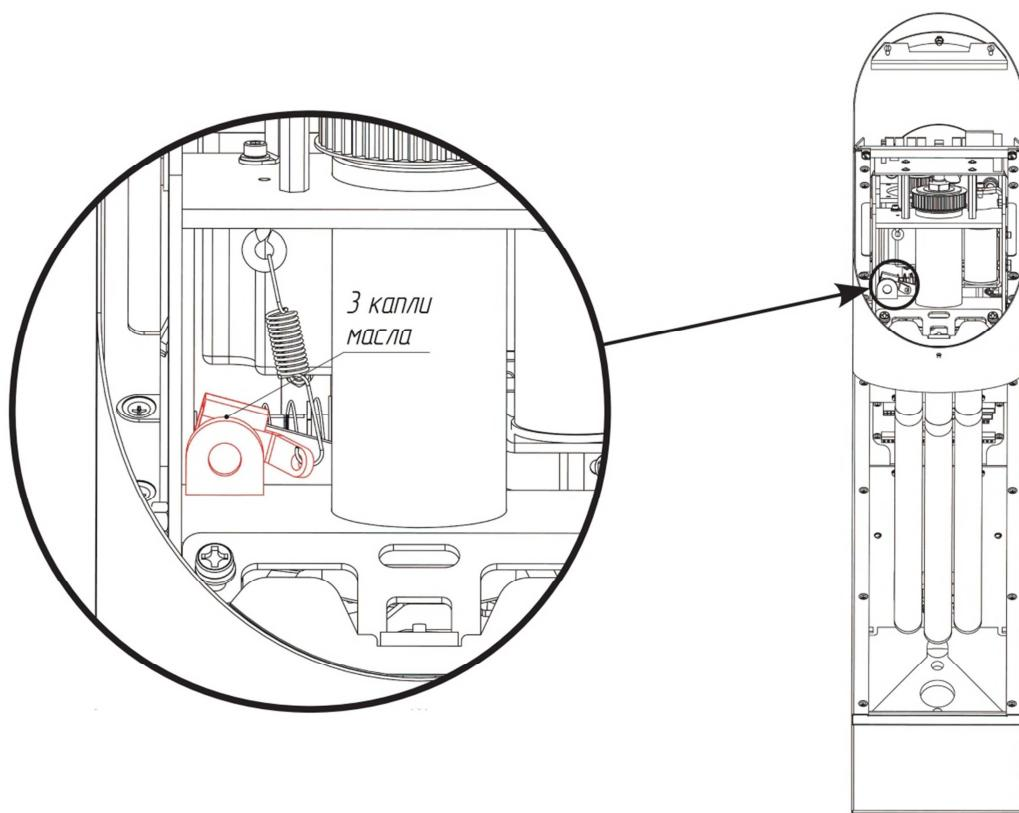

Рис. 13
- 5.2. Ось вращения рычага ролика (рис. 13).
Элементы узла расположены за рычагом ролика, изображенном на рис. 13.